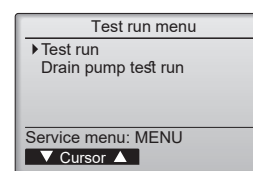

Fig. 7-2
- ② Seleccione "Test run" (Modo prueba) desde el menú Modo prueba, y pulse el botón [SELECT/HOLD]. (Fig. 7-2)
- ③ Se inicia la prueba, y se visualiza la pantalla Modo prueba.